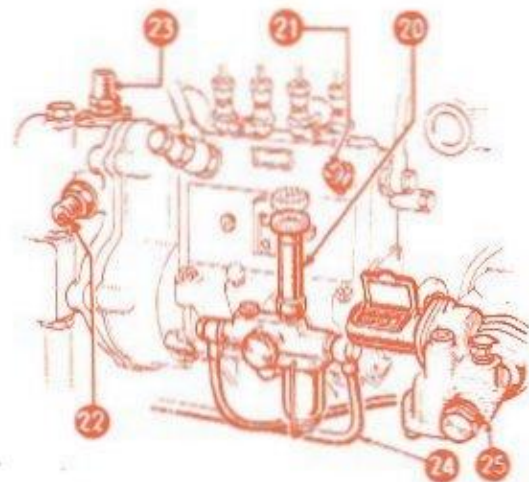
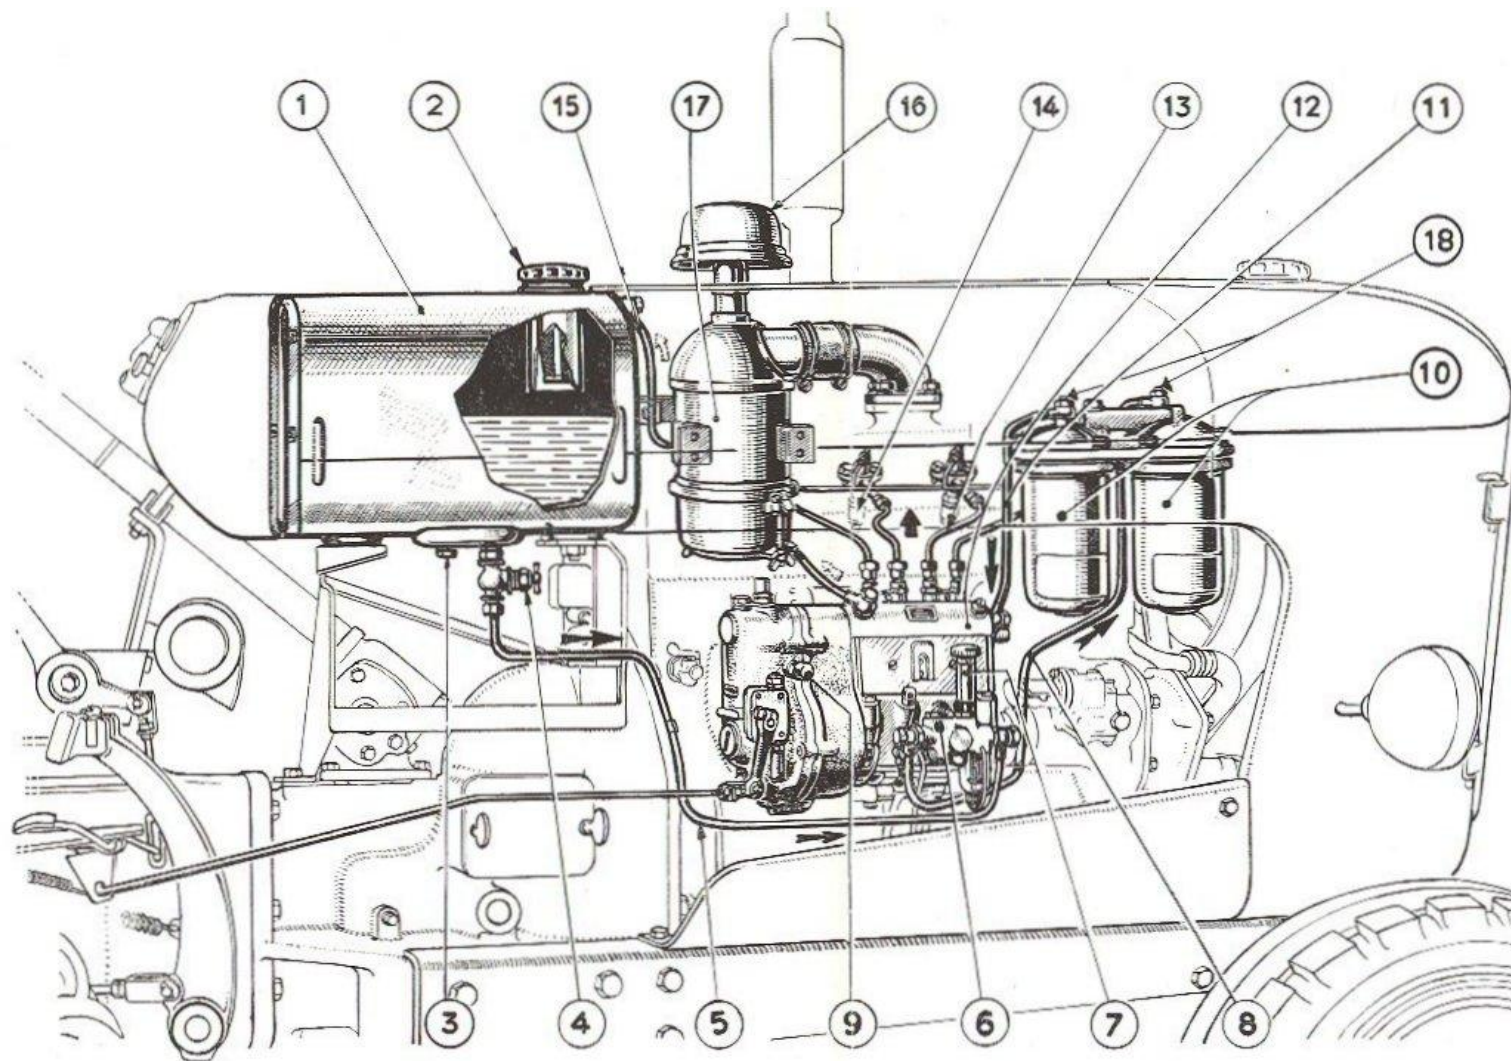

Fig. 11
Fig. 14. — Schéma d'alimentation du moteur.
- 3^o Ouvrir le robinet du réservoir (rep. 4, fig. 14). Procéder au remplissage des canalisations et des filtres, puis purger d'air en opérant comme suit :
- a) Dévisser d'un tour les deux vis de purge (rep. 18, fig. 14) disposées à la partie supérieure des filtres. Dévisser à la main le chapeau de la pompe d'amorçage (rep. 20, fig. 11).
- b) Dévisser d'un tour la vis de purge (rep. 21, fig. 11) située à la partie supérieure de la pompe à injection, et actionner à nouveau le piston de la pompe à main. Dès que le combustible sortira sans bulle d'air, rebloquer la vis, et, après quelques coups de pompe supplémentaires, revisser à fond le chapeau de cette dernière sur son corps, afin d'éviter des entrées d'air sur la périphérie du piston qui n'offre qu'une sécurité relative au point de vue étanchéité.
- 4° Pousser le bouton de surcharge (rep. 22, fig. 11), qui a pour rôle, en libérant la crémaillère, d'augmenter le débit de la pompe d'injection.
Pour mettre le moteur en marche lorsqu'il est encore chaud, il n'est pas nécessaire de pousser le bouton de surcharge (rep. 22, fig. 11).
Fig. 14 a. — Schéma de graissage du moteur.